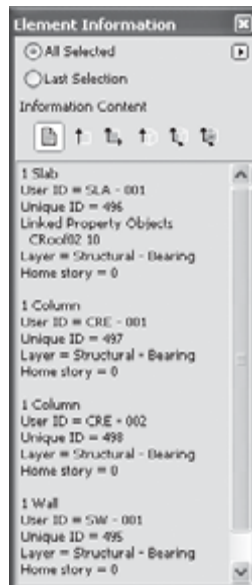

Рис. 2.12. Палитра информации об элементах
- ▶ **Element Information** (Информация об элементе) — отображает сведения о выделенных элементах и позволяет, помимо обычного просмотра, сохранить их в файл или вывести на печать (рис. 2.12).